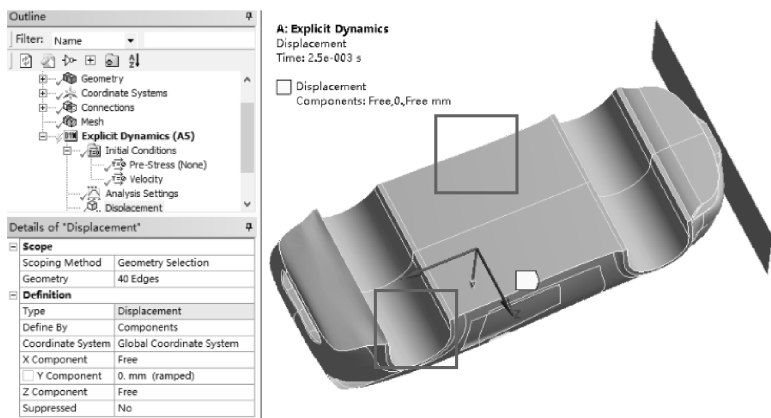

图 6-6 施加位移约束
(4) 施加小汽车底部边 Y 向位移约束：首先在标准工具栏中单击 ，然后选择小汽车底部边，接着在环境工具栏中单击【Supports】→【Displacement】→【Details of “Displacement”】→【Definition】→【Define By】= Components，【Y Component】= 0 mm ，【X Component】= Free，【Z Component】= Free，如图 6-6 所示。